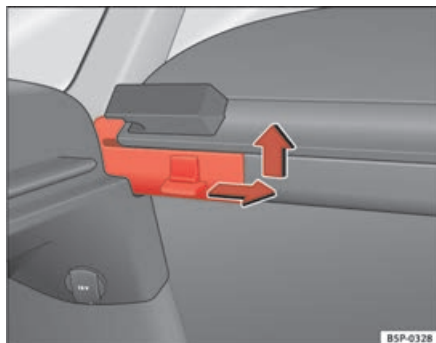

Fig. 125 Desmontagem da chapeleira
- Premir a chave lateral no sentido da seta, levantar a bandeja e retirar a mesma ⇒ fig. 125.